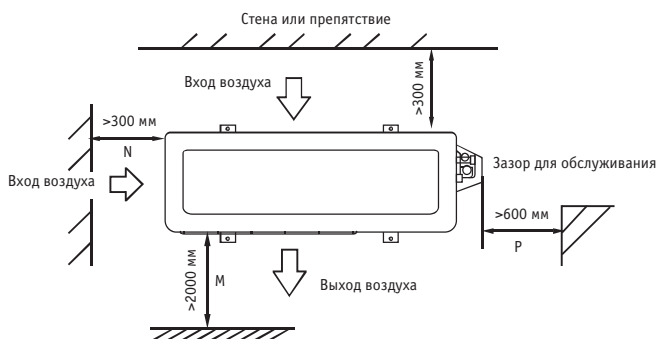

Рис. 26
- Минимальное расстояние между наружным блоком и препятствиями, описанное в установочной таблице, не применимо в случае установки блока в закрытом помещении. Оставьте открытыми два из трех направлений. (См. рис. 26)